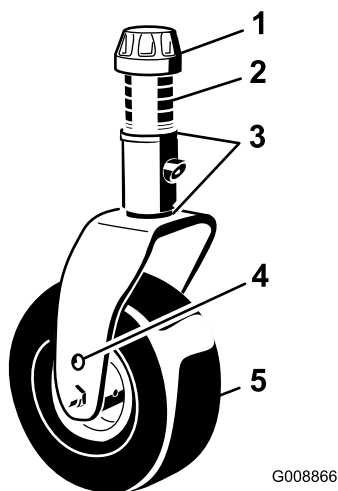

Figure 26
3. Ajoutez ou retirez des cales de 3 mm sur la fourche d'une ou de plusieurs roues pivotantes pour que la hauteur de coupe corresponde à celle indiquée sur l'autocollant (Figure 26) ; voir Réglage de l'inclinaison du plateau de coupe \(page 61\).